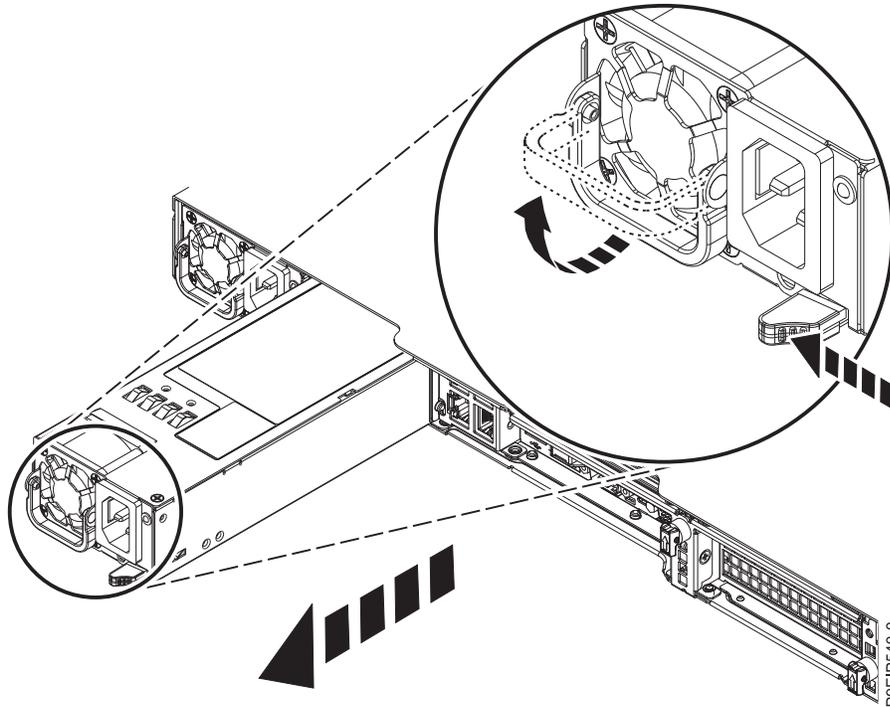

Figura 33. Extracción de una fuente de alimentación del sistema
- a. Para desenganchar la fuente de alimentación de su posición en el sistema, presione la pestaña de sujeción hacia la izquierda, como se muestra en la Figura 33 en la página 35.